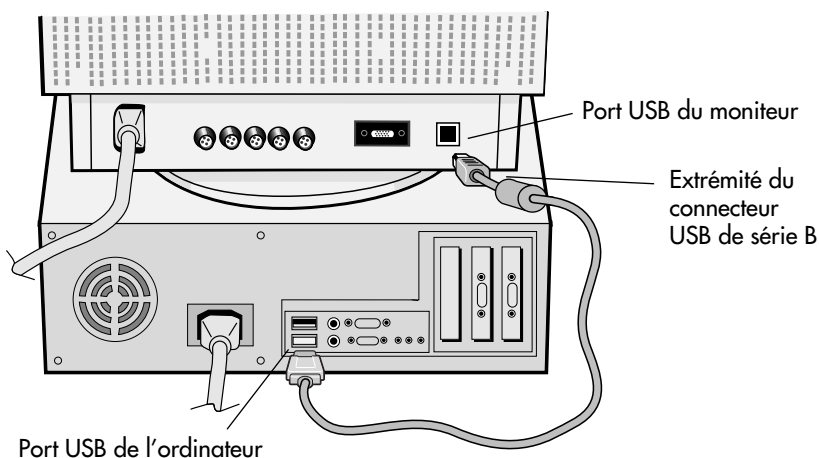

Figure 1
1. Brancher le connecteur USB de série B du câble USB fourni sur le port USB du moniteur (**Figure 1**).
2. Brancher l'autre extrémité du câble USB sur le port USB de l'ordinateur (ou au concentrateur USB connecté à l'ordinateur (**Figure 1**).